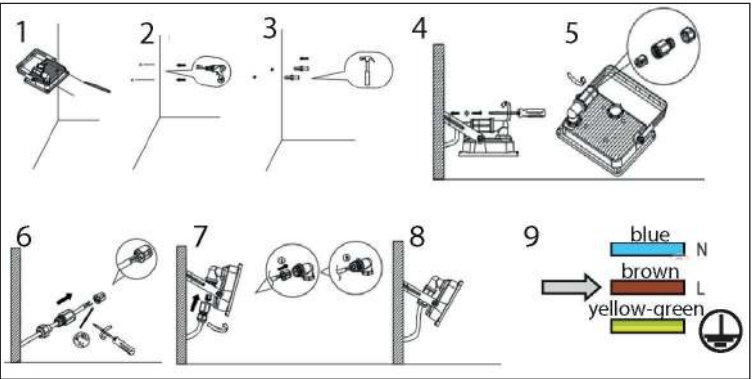

Fig. 3: Mounting
5.2 Anslutning av LED-strålkastaren för utomhusbruk (fig. 3)
5.1 Montáž venkovního LED reflektoru (fig. 3 - 5)
5.2 Připojení venkovního LED reflektoru (fig. 3)